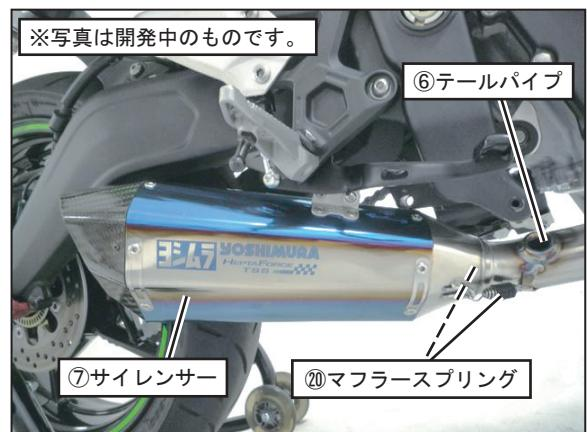

FIG. 9
9. ⑥テールパイプに⑦サイレンサーを取り付け、⑯マフラースプリングを取り付けて下さい。(FIG. 9 参照)